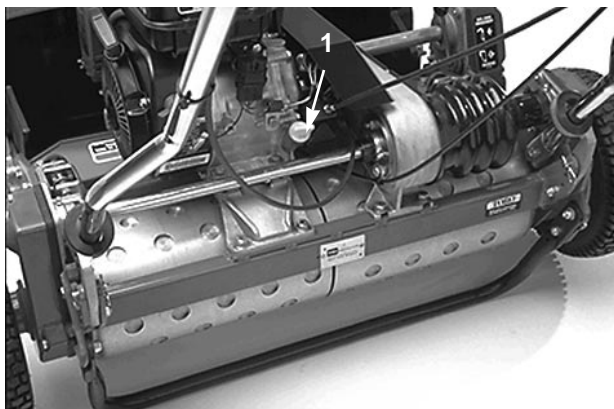

Fig. 1
1. Parkér maskinen, så motoren er vandret. Rens omkring oliestandsmåleren (Fig. 1).